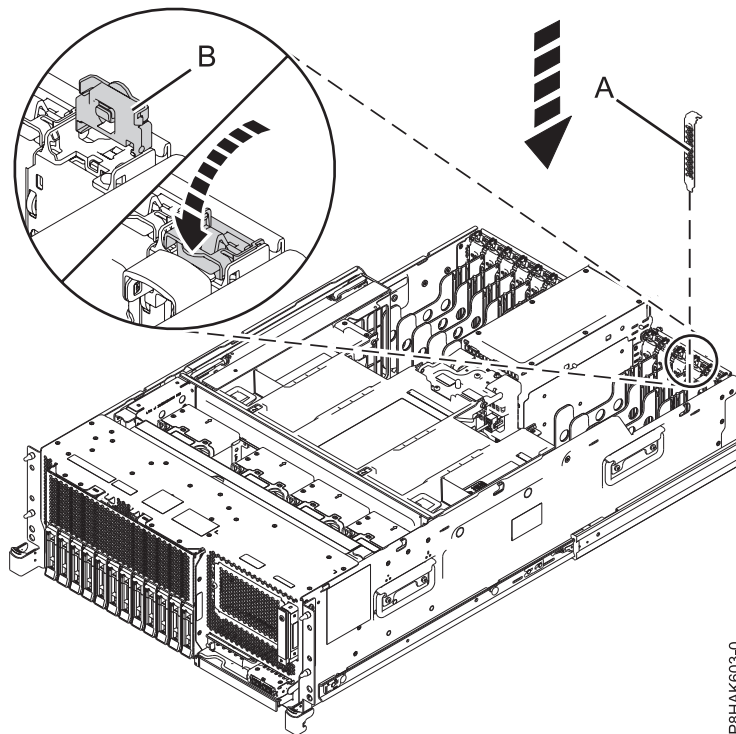
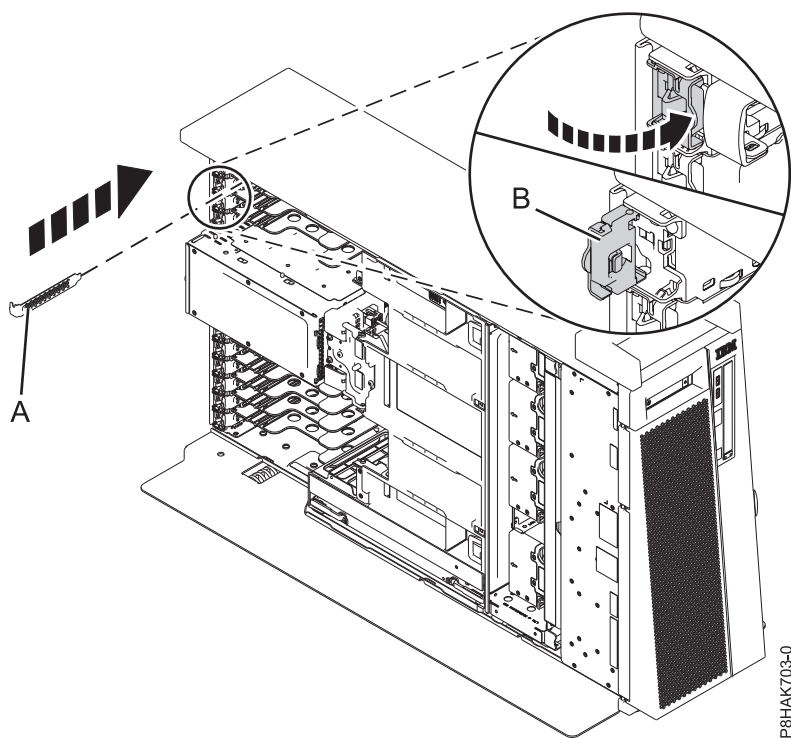

Abbildung 62. Platzhalterelement in einem PCIe-Adaptersteckplatz in einem Einschubsystem installieren
Abbildung 63. Platzhalterelement in einem PCIe-Adaptersteckplatz in einem eigenständiges System vom Typ 8286-41A installieren
- a. Fassen Sie das Platzhalterelement vorsichtig am Haltesteg und richten Sie das Platzhalterelement am Steckplatz und am zugehörigen Stecker an der Systemrückwandplatine aus, wie in Abb. 62 und Abb. 63 auf Seite 72 dargestellt.